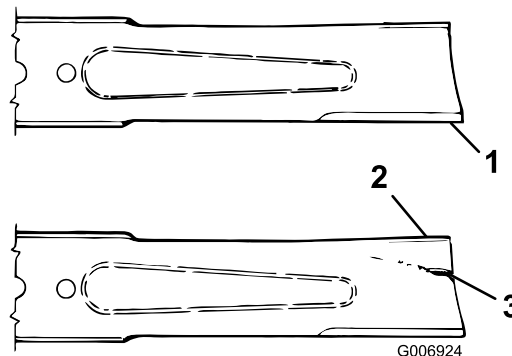

Figura 72
2. Verificate accuratamente i taglienti, con particolare attenzione ai punti d'incontro delle sezioni piatta e curva della lama (Figura 72). Sabbia e materiali abrasivi possono consumare il metallo che connette le sezioni piatta e curva della lama, per cui si consiglia di controllare la lama prima di usare la macchina. Se notate che la lama è consumata (Figura 72), sostituitedla; consultate il paragrafo Rimozione della lama.
Se continuate ad usare la lama usurata, si forma una scanalatura tra la costa e la sezione piatta della lama (Figura 72). Alla fine, un pezzo di lama può staccarsi e venire lanciato dal sottoscocca, con il rischio di ferire gravemente voi o gli astanti.